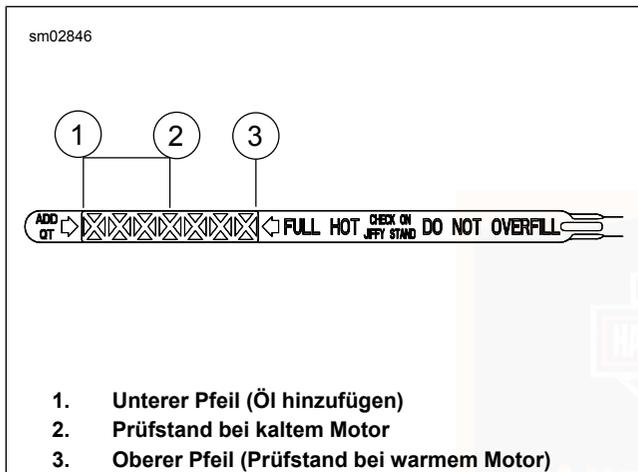

Abbildung 40. Motorölmessstab
3. Siehe Abbildung 40. Den Einfüllverschlussstopfen/Ölmesstab wieder entfernen und den Ölstand am Ölmesstab prüfen. Der korrekte Ölstand liegt auf dem Ölmesstab auf halbem Wege (2) zwischen den Markierungen ADD QT (Nachfüllen) (1) und FULL HOT (Voll, heiß) (3).
6. Ölstand prüfen. Nur so viel Öl nachfüllen, um den Füllstand zwischen die Ölmesstab-Markierungen ADD QT (1) und FULL HOT (3) zu bringen.
4. Siehe Abbildung 40. Den Einfüllverschlussstopfen/Ölmesstab wieder entfernen und den Ölstand am Ölmesstab prüfen. Der Ölstand muss zwischen den Markierungen ADD QT (Nachfüllen) (1) und FULL HOT (Voll, heiß) (3) liegen. Falls der Ölstand am Ölmesstab an oder unter der Markierung ADD QT (Nachfüllen) liegt, nur soviel Öl nachfüllen, um den Füllstand an die Markierung FULL HOT (Voll) zu bringen. Nicht zu viel einfüllen.